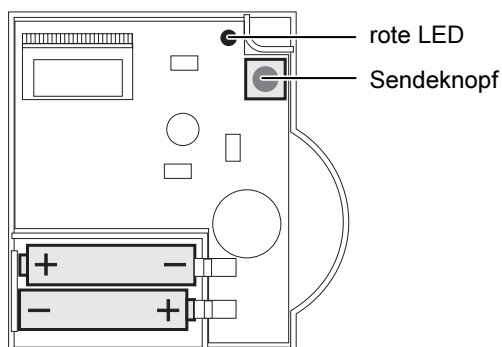

Bild 3: Polung der Batterien und Sendeknopf
- Führen Sie die Anweisungen aus dem Kapitel "Inbetriebnahme" der "Montageanleitung Etagenregler HCE50" aus. Dafür benötigen Sie den Sendeknopf (siehe Bild 3) des Fernverstellers.
3. Legen Sie 2 Mignon-Batterien (Typ LR6 oder AA oder AM3) zu je 1,5 Volt ein (siehe Bild 3).